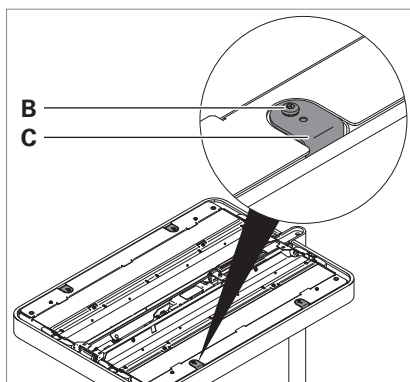

Fig. 18: Enlever les languettes de fixation.
- Dévissez tous les quatre vis d'arrêt **B** des languettes de fixation **C** en utilisant l'outil spécial, voir Fig. 18.